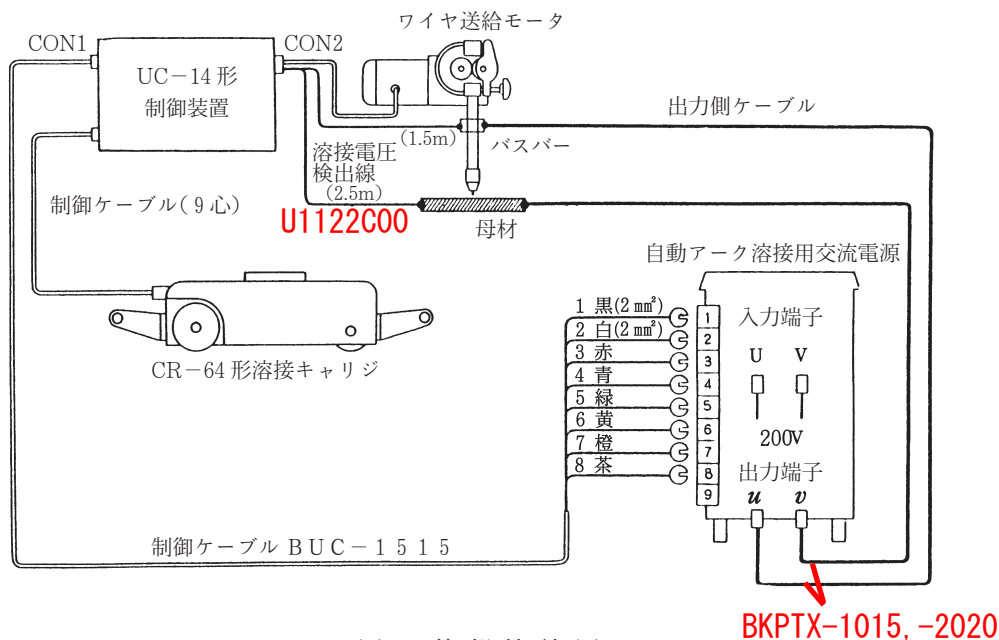

図2. 外部接続図
- (1) 溶接電源の出力端子を、オートメルト溶接機のカスバーおよび母材に接続してください。ケーブルの太さは500～600A当たり100mmが必要です。
- (2) 本機から出ている制御ケーブル(9心)のプラグを、キャリジの制御用コンセントに接続してください。
- (3) オートメルト溶接機のワイヤ送給モータから出ている制御ケーブルのプラグを、本機の制御用コンセントCON2に接続し、そのプラグから分かれている2本の溶接電圧検出線をカスバーと母材に接続してください。
- (4) 制御ケーブルBUC-1515(15m)のプラグを本機の制御用コンセントCON1に接続し、接続端子を溶接電源の制御用端子台に接続してください。(図2参照)